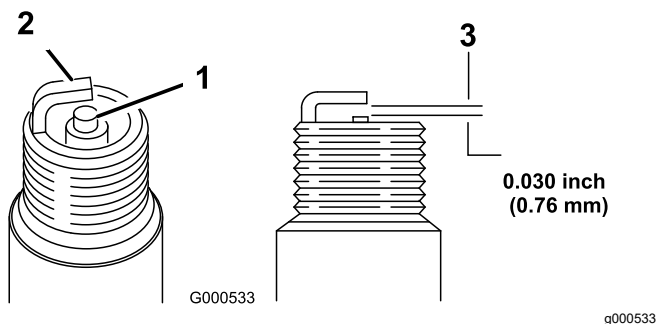

Figura 24
5. Impostate la luce sul tappo a 0,76 mm, fate riferimento a (Figura 24).